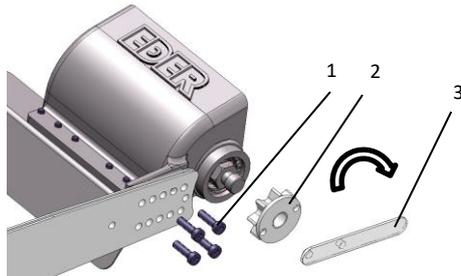

Fig. 2 : Fixation de la tête d'écorçage sur le support
- > Vissez la tête utilisée avec les 4 vis M6x20 (1 - Fig. 2). Vérifiez régulièrement le serrage des vis. La tête choisie peut être vissée dans différentes positions selon le modèle de tronçonneuse. La position correcte est celle qui permet à la chaîne d'entraînement d'être suffisamment tendue et aussi retendue.
- > Vissez le pignon d'entraînement sur le carter (2 - Fig.2) et serrez-le avec la clé à ergot (3 - Fig.2).